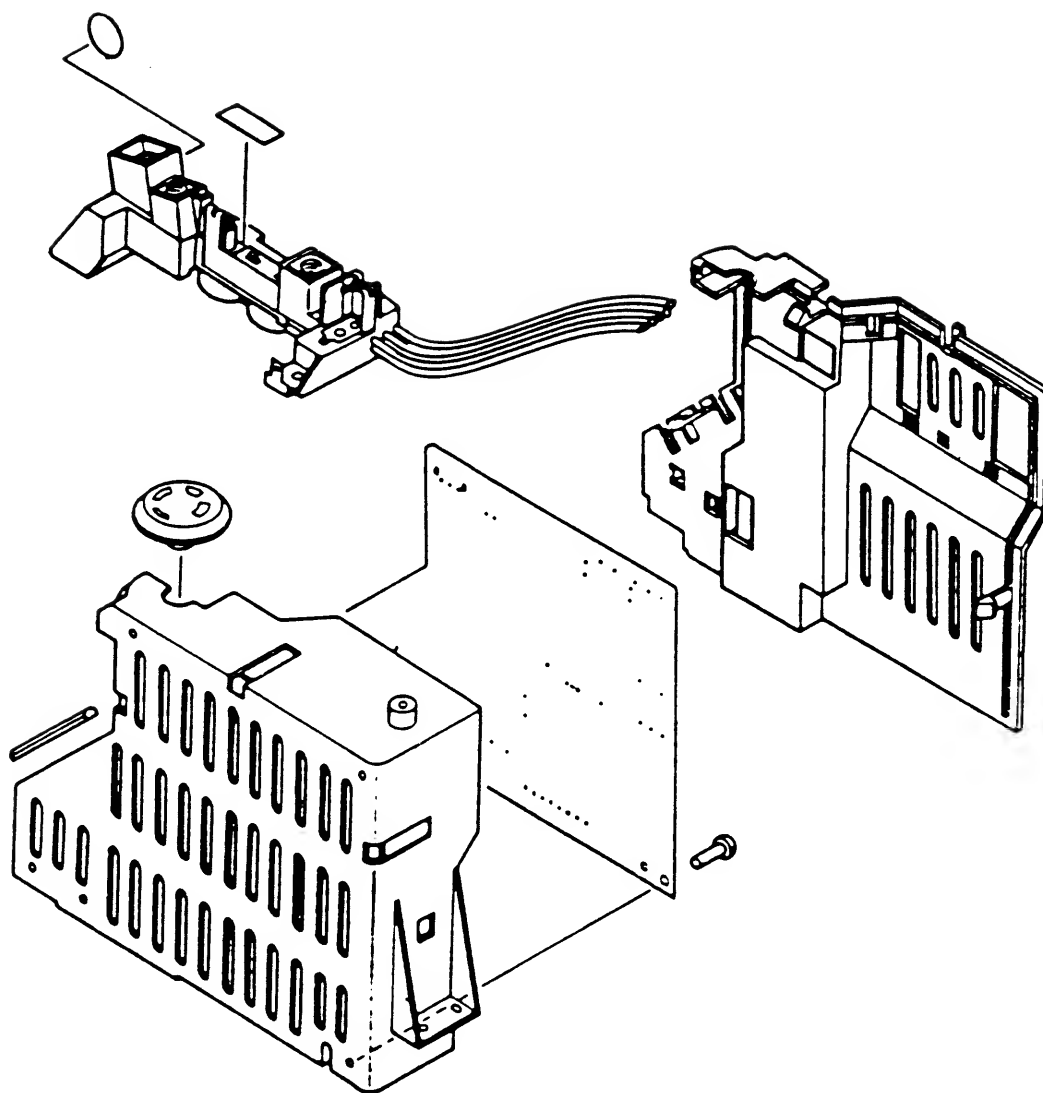

FIGURE 24
□ HIGH-VOLTAGE POWER SUPPLY (Figure 24)